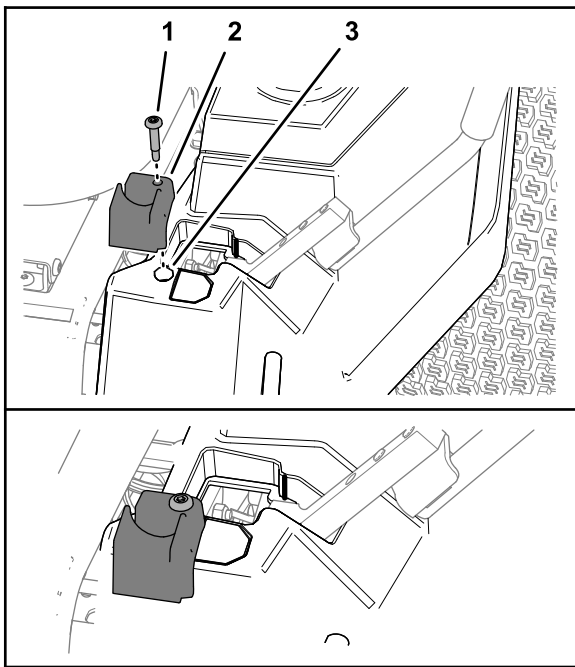

図 15
2. 図 15 のように、ハンドルリテーナを左ポッドに合わせる。
3. リテーナをポッドに固定する 図 15 ショルダねじ $\frac{1}{4}$ x 1-5/8"を使用する。